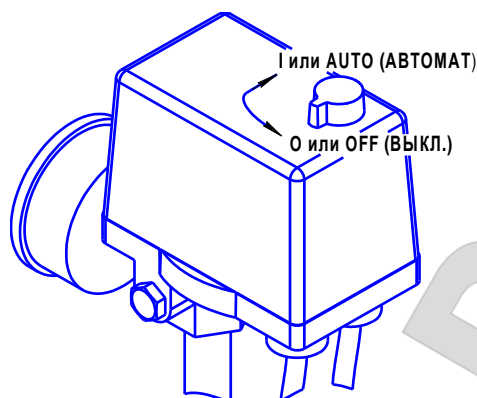

Рисунок 4
- 1 Проверьте, чтобы выключатель на маностате находился в выключенном положении "OFF" или "O", в зависимости от исполнения (см. рисунок 4).
- 1 Выключить компрессор выключателем на маностате. Для этого необходимо переключить выключатель в положение "OFF" или "O", в зависимости от исполнения (см. рисунок 4). После этого остановится электродвигатель и произойдет сброс давления из нагнетательного воздухопровода и поршневого блока.
Для пуска компрессоров АВ 100-858, АВ 300-858, АВV 300-858, АВ 500-858, АВ 300-858/16, АВ 500-858/16, АВТ 500-1700 WB после срабатывания защиты выполните следующие действия: после того, как двигатель остынет до допустимой температуры переключите выключатель на маностате в положение "OFF" (см. рисунок 4), а затем включите компрессор переключив выключатель в положение "AUTO".